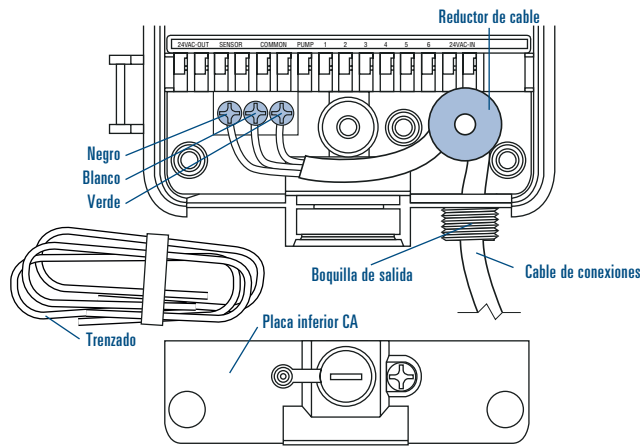

Ilustración A4: Extracción del “Cable de conexión”
- Afloje el tornillo en el reductor de tensión del cable y los tres tornillos en el bloque del terminal y extraiga completamente el cable de conexión. [Ilustración A4]